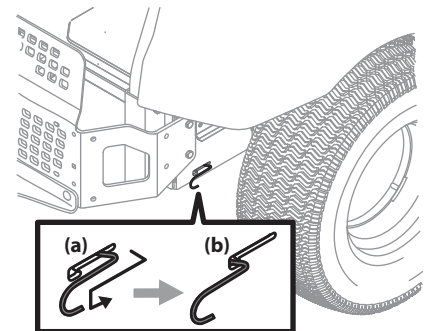

Figure 4-8
1. Repérez les tiges de dérivation des transmissions qui se trouvent à l'arrière de la tondeuse, près du côté intérieur de chaque pneu arrière. Voir Figure 4-8.
2. Pour déplacer l'appareil manuellement sans le démarrer, engagez les tiges de dérivation des transmissions qui se trouvent à l'arrière, de chaque côté de l'appareil. Pour les engager, tirez sur chaque tige (a) et accrochez la tige dans le trou (b) pour la fixer. Voir Figure 4-8.
3. Après avoir déplacé l'appareil, effectuez les étapes (a) et (b) dans l'ordre inverse pour désengager les deux tiges de dérivation. Voir Figure 4-8.
- Serrez le bouton de réglage (a) pour fixer la barre de conduite en place. Voir Figure 4-8.